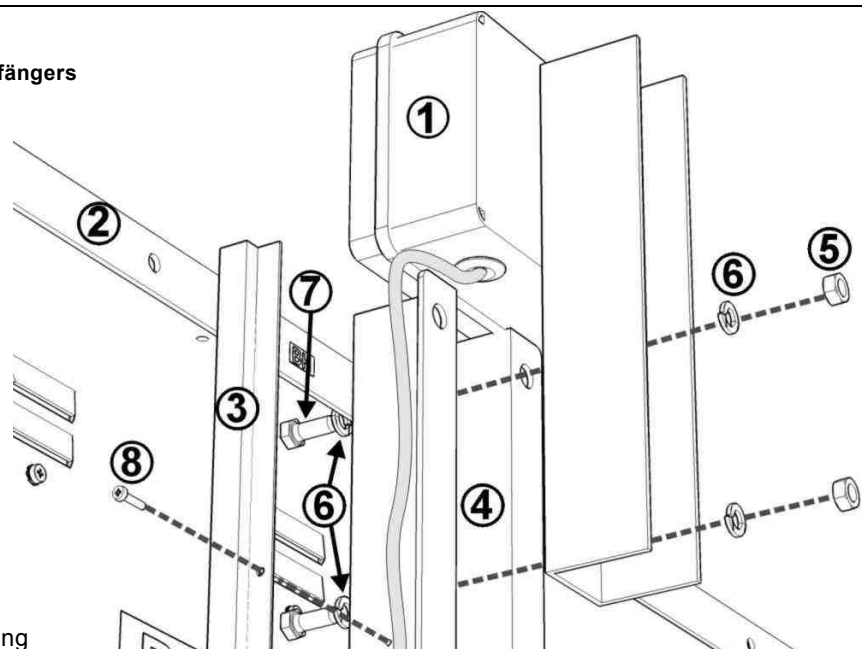

Abb. 3: Detailansicht der Befestigung
1. Entfernen Sie vom Vertikalbügel mit 'Ω' Profil, rechts von der Anzeigetafel (Rückansicht) die Mutter und den Sicherungsring der oberen Befestigungsschraube (Abb. 3).
2. Den Haltebügel des Empfängers mit den 2 Löchern des Bügels mit 'Ω' Profil ausrichten, wie in Abb. 3 dargestellt, und ihn mit den Schrauben **M8x20** sowie den entsprechenden Unterlegscheiben und Muttern blockieren.
3. Die Kabelhalterführung für die Verlegung des Kabels am Bügel mit 'Ω' Profil der Anzeigetafel befestigen, wie in Abb. 3 dargestellt.